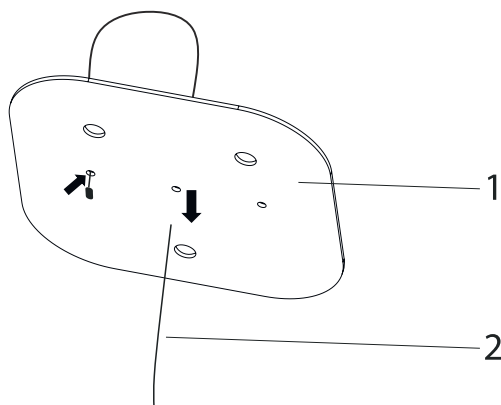
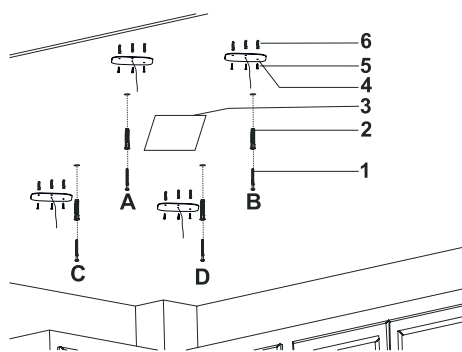

Fig. 8
Fig. 9
- 2. ➤ För stålvajern genom hålen i upphångningsplattan (Fig. 8).
- 3. Skruva in 5,5 x 60 skruvar vid punkterna A, B, C och D och ➤ lämna 5 mm avstånd mellan skruvhuvud och tak (Fig. 8).
- 4. Sätt in Ø8mm pluggar i punkterna K, L, J, HI, G, M, N, O, P, R & S (Fig. 8/6) och fäst upphångningsplattan vid punkterna och fäst med 4,8x50 skruvar (Fig. 9/5).
Placera monteringsritningen i taket där fläkten ska monteras och markera sedan punkterna A, B, C och D (Fig. 9).
- 5. Skruva in 5,5 x 60-skruvar i punkterna A, B, C och D och lämna 5 mm avstånd mellan skruvhuvud och tak (Fig.9).
Använd monteringsritningen för att markera hålet för utsugskanalen och strömkontakten (Fig. 9).